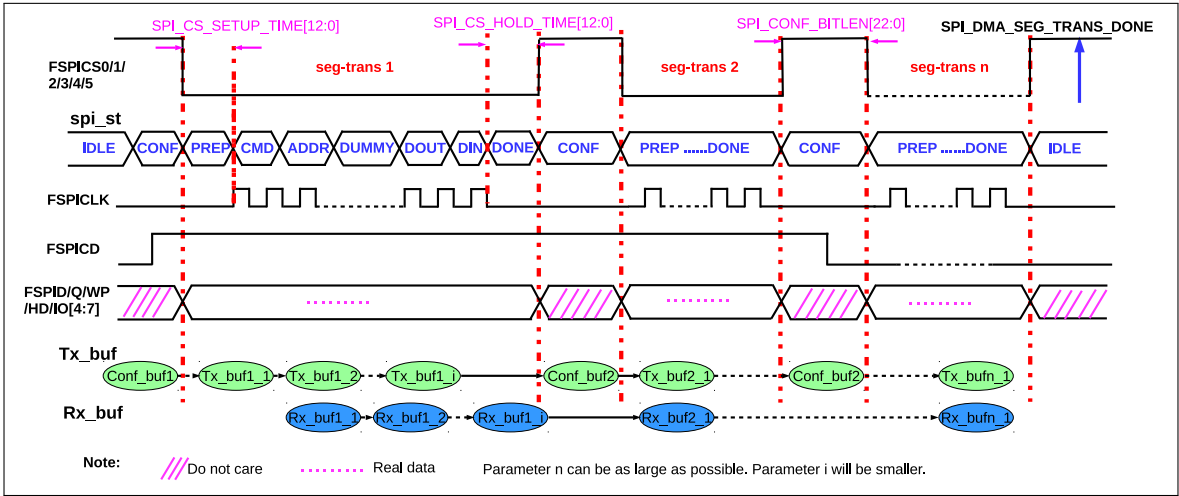
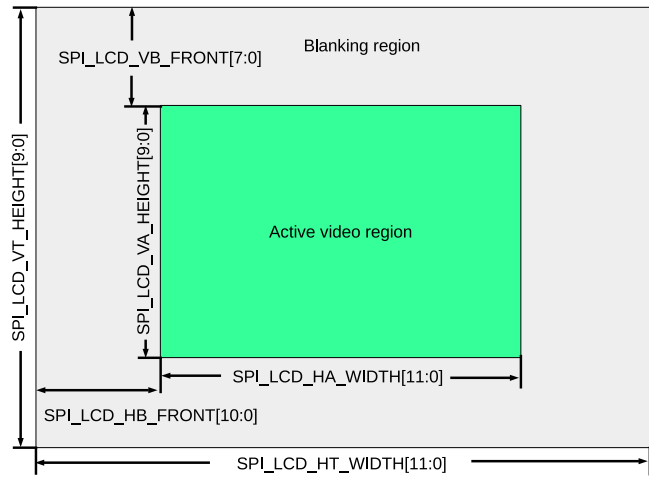
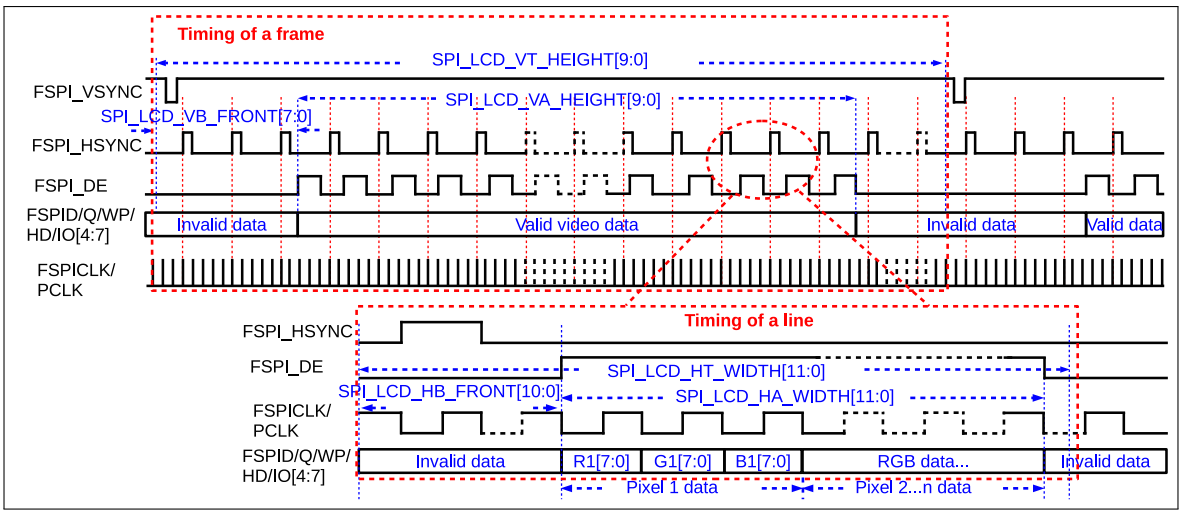

图 24.4-7. DMA 控制模式下分段配置传输
图 24.4-8. 并行 RGB 8-bit LCD 模式下的视频帧结构
图 24.4-9. 并行 RGB 8-bit LCD 模式时序
SPI 传输由 GP-SPI2 寄存器控制, 需要 CPU 进行配置和触发。为了降低对 CPU 的占用率同时提高 GP-SPI2 的效率, GP-SPI2 在 DMA 控制模式下提供分段配置传输功能。注意 CPU 控制的主机模式不支持分段配置传输。分段配置传输允许 GP-SPI2 在 CPU 仅触发一次的情况下, 即可按照配置的模式完成多次数据传输, 具体的工作流程见图 24.4-7。
如图 24.4-7 所示，在分段配置传输模式中的某个单次 SPI 传输 (SCT_{*i*}) 开始前，GP-SPI2 硬件可在 CONF 阶段将 GP-SPI2 寄存器重新按照 Conf_buf_{*i*} 定义的内容进行配置。
如图 24.4-7 所示，在 SCT_{*i*} 中，其传输模式可配置为主机全双工通信模式；在 SCT_{*j*} 中，其传输模式可配置为主机半双工 MISO 模式；而在 SCT_{*k*} 中，其传输模式可配置为主机半双工 MOSI 模式。*i*、*j*、*k* 为整数变量，表示任意一个 SCT 编号。
并行 8-bit RGB 模式 LCD，其视频帧结构见图 24.4-8，帧时序和行时序见图 24.4-9。
如图 24.4-7、图 24.4-8 和图 24.4-9 所示，推荐按照下述方式输出并行 8 位 RGB 帧数据：
GP-SPI2 可自动输出图 24.4-8 和图 24.4-9 所示的帧数据，在很大程度上降低了控制 SPI 传输所需的 CPU 时间。具体的配置流程如下：
2. 根据应用程序，配置帧控制相关的寄存器，见图 24.4-8 和图 24.4-9。例如，如果希望设置 n 个有效行，则将寄存器 `SPI_LCD_VA_HEIGHT[9:0]` 配置成 n 即可；